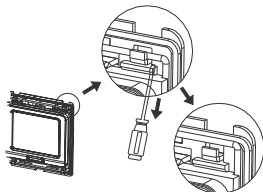

Рис. 15. Демонтаж опорной пластины терморегулятора
2. Демонтируйте опорную пластину, как показано на рис. 15.